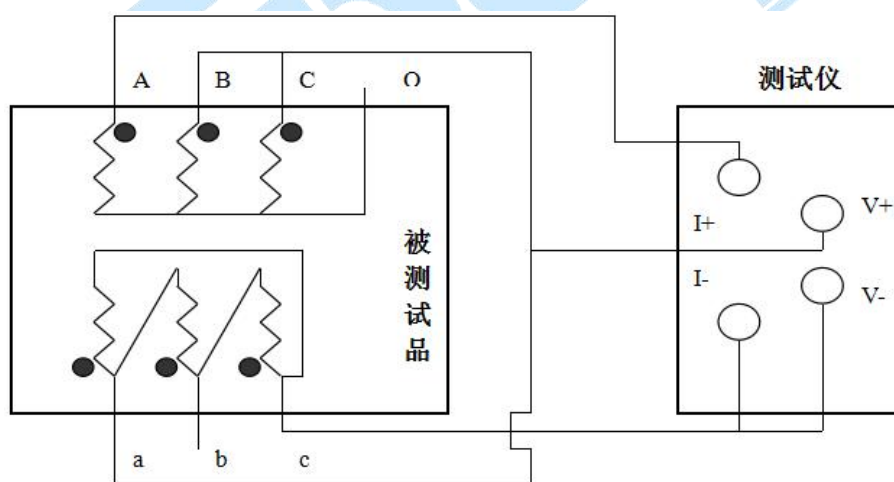
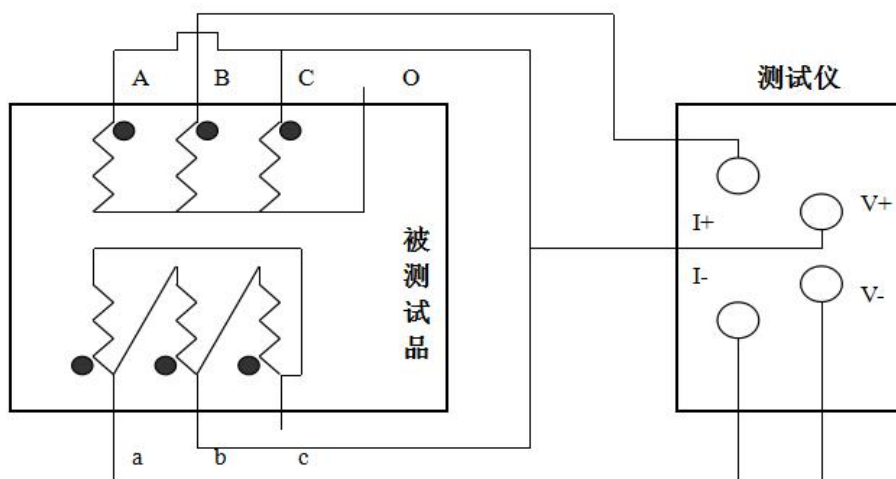
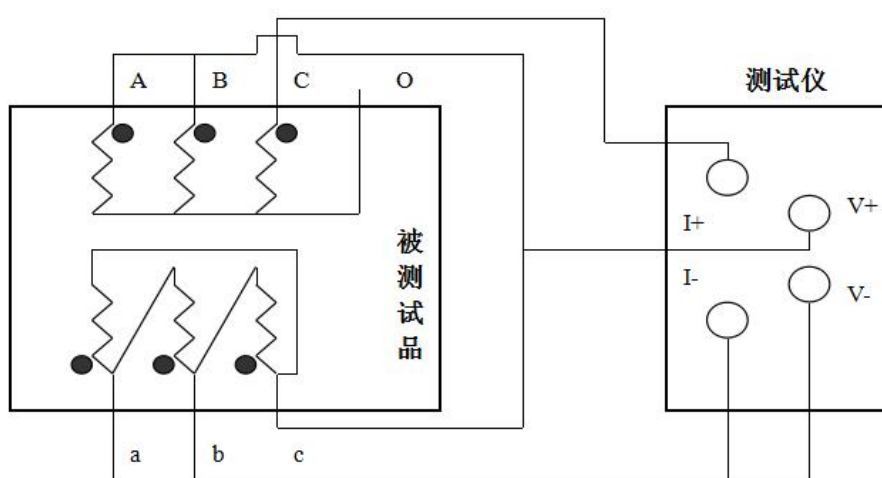

图 9
图 10
图 11
2. 助磁法接线见图 9~11（适用于 Y (N) -d-11 联接组别）。
对于大容量的变压器的低压侧测量时，如果在既有的情况下，直流电阻测试仪的最大电流比较小，或者为了加快测量速度，可选择助磁法测量。下图中，图 9、图 10、图 11 分别为测量低压  $R_{ac}$ 、 $R_{ba}$ 、 $R_{bc}$  的接线方法